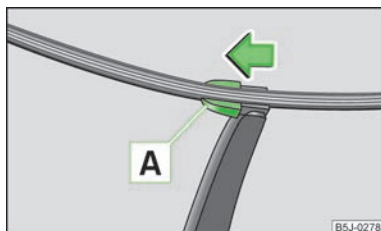

Fig. 32
- Ecartez le bras d'essuie-glace de la vitre et positionnez le balai d'essuie-glace à angle droit par rapport au bras d'essuie-glace » fig. 32.
- Mettez le balai d'essuie-glace sur le bras d'essuie-glace et verrouillez la sùreté **A** » fig. 32.